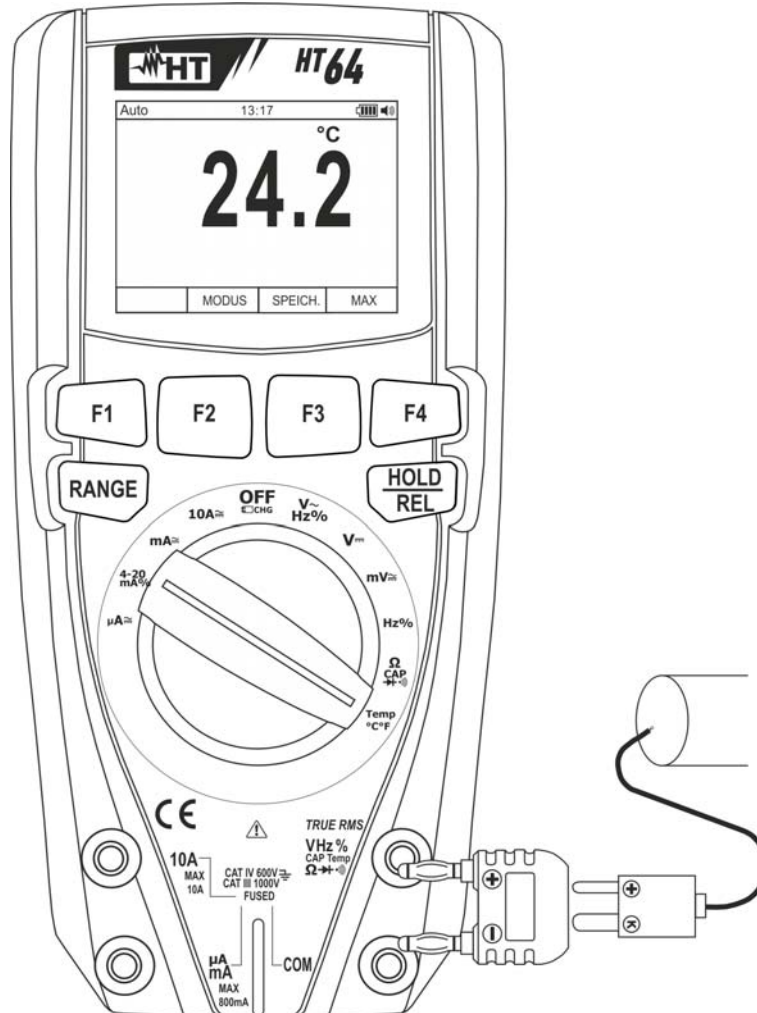

Abb. 28: Verwendung des Gerätes für Temperaturmessung
3. Stecken Sie den mitgelieferten Adapter in die Eingangsbuchsen **VH%CAPTemp Ω** (Polarität +) und **COM** (Polarität -) (siehe Abb. 28).